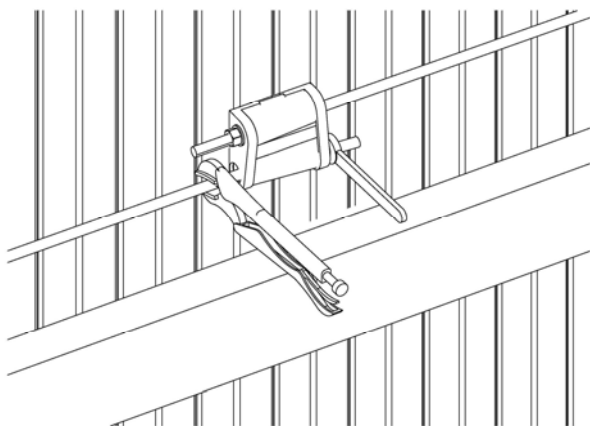

Figure 6.1
Il s'agit de serrer graduellement les câbles à chacune des attaches métalliques de câble (Y), en commençant par le bas. Tout au long du serrage des câbles, vérifiez les rayons et le niveau des murs et assurez-vous que les câbles soient parallèles entre eux au contour de la piscine. Tel que démontré à la figure 6.1, prenez une pince de type pince-étau pour tenir le câble et une clé à molette pour serrer les écrous (Z).